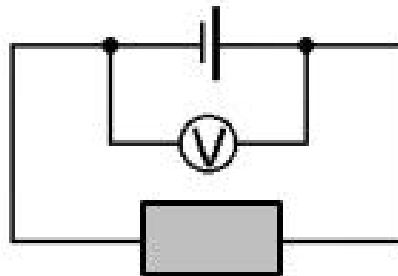

Abb. 1: Schaltplan mit eingespanntem Metall und Voltmeter.
3) Die elektrische Leitfähigkeit wird durch Einbringen der Testobjekte in einen Stromkreis mit parallel geschaltetem Multimeter zur Spannungsmessung geprüft (siehe Abb. 1).